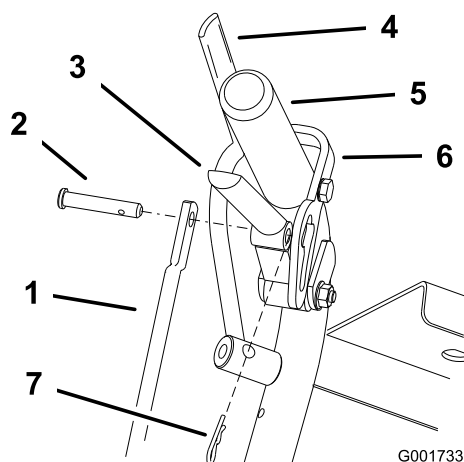

Figura 36
1. Regolate la lunghezza dell'asta rilasciando la leva della trazione e rimuovendo la coppiglia e il perno con testa (Figura 36). Ruotate l'asta nel relativo raccordo (Figura 36).
4. Installate il perno con testa nella leva della trazione (Figura 36).
6. Installate la coppiglia tra le leve della trazione e i blocchi in folle e nei perni con testa (Figura 36).